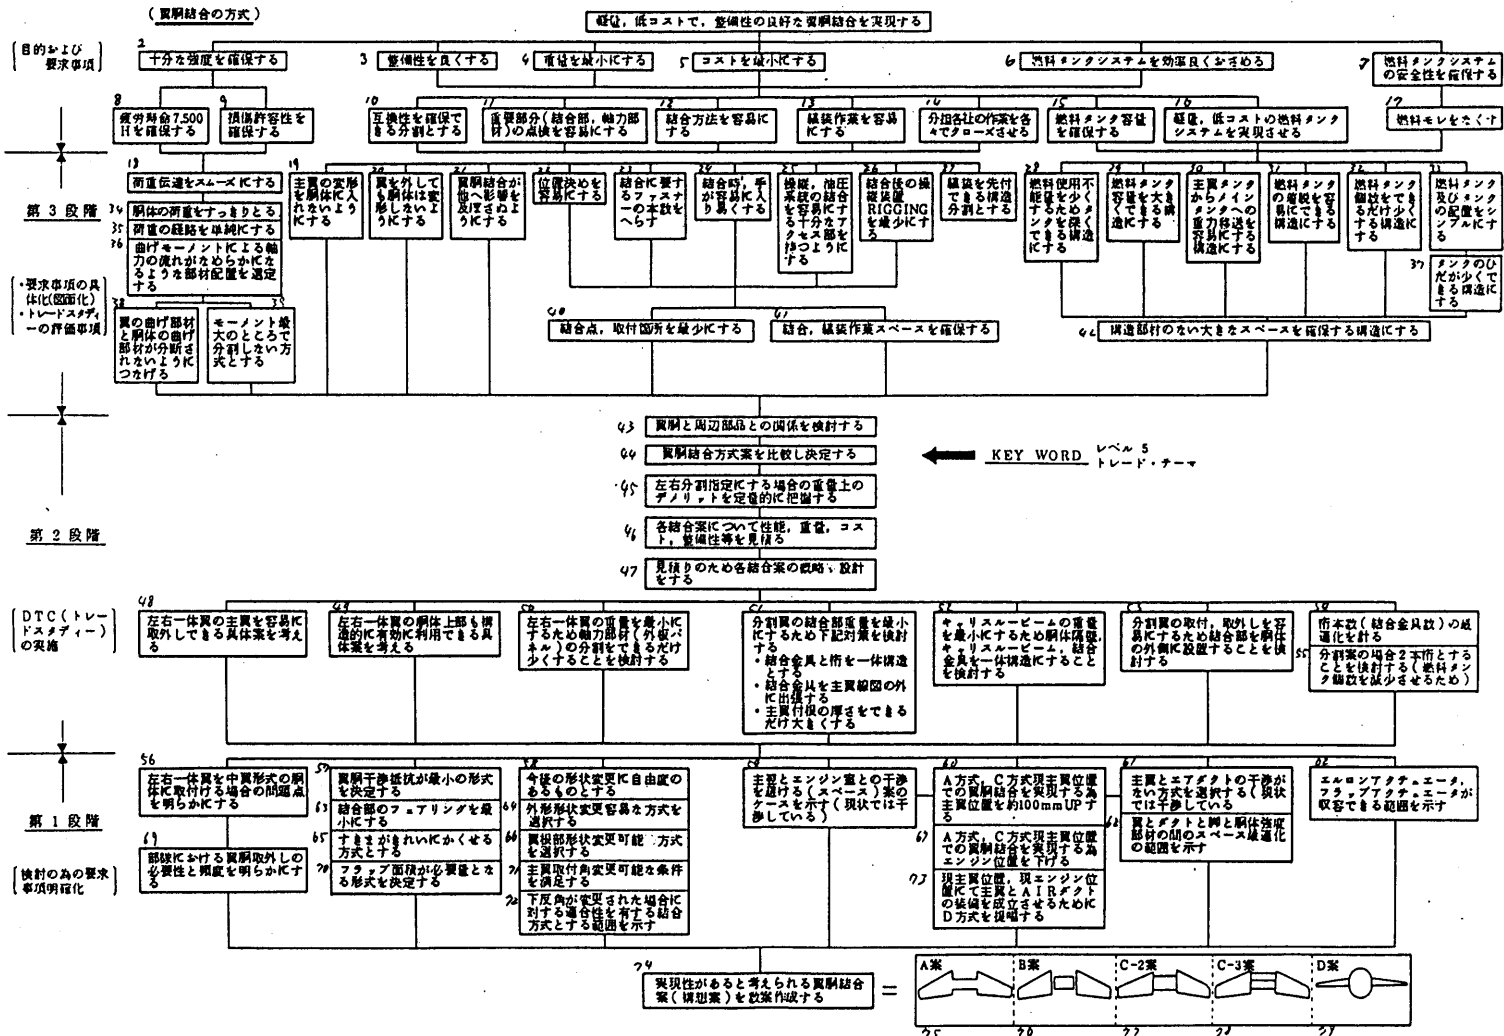

図2 翼胴結合の方式のPMD
3. 図2は、複雑なシステムの設計の初期に設計者がよく陥る「どちらを先に決めれば良いかの思考」「それをどこからどのように検討すればよいか」のカオスから抜け出すため、航空機設計初期の技術者集団で作ったPMDである。